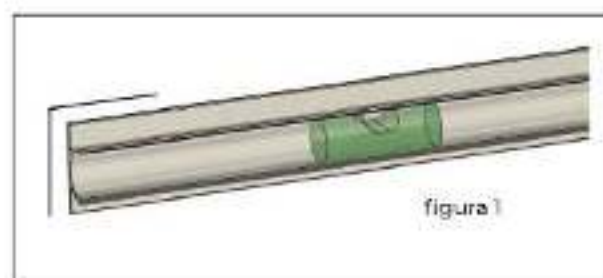

figura 1
- Traccia con la matita lo spigolo superiore sx e verticale del profilo, anche per il lato dx (figura 1)